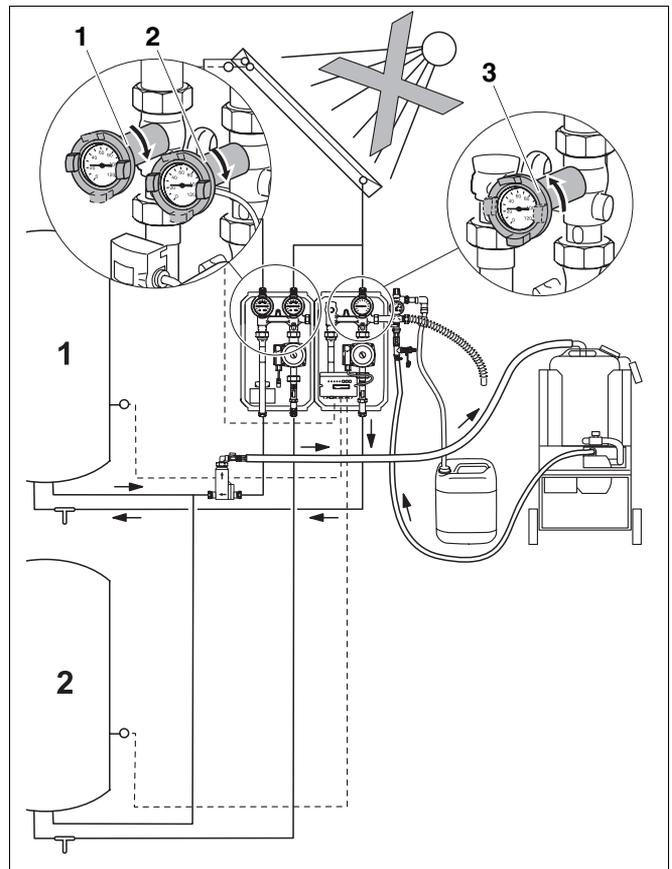

Abb. 19 Solaren Verbraucher „1“ spülen
- Schließen Sie die Kugelhähne (Abb. 19, Pos. 1 und 2).
- Öffnen Sie den blauen Kugelhahn (Abb. 19, Pos. 3).